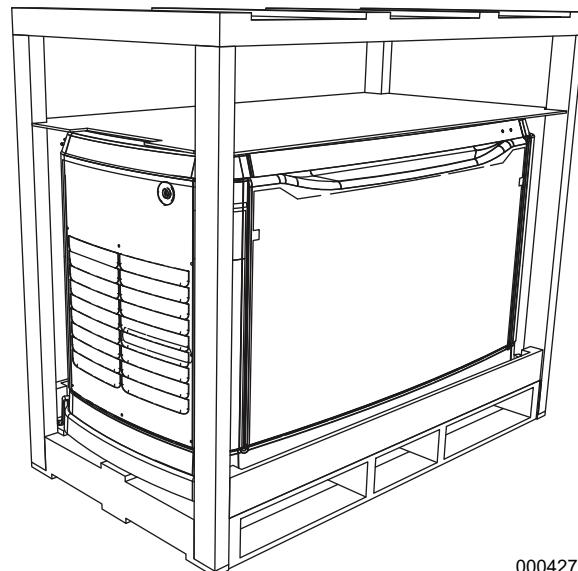

Figure 2-1. Générateur dans sa caisse
2. Voir la **Figure 2-1**. Retirez le cadre en bois.